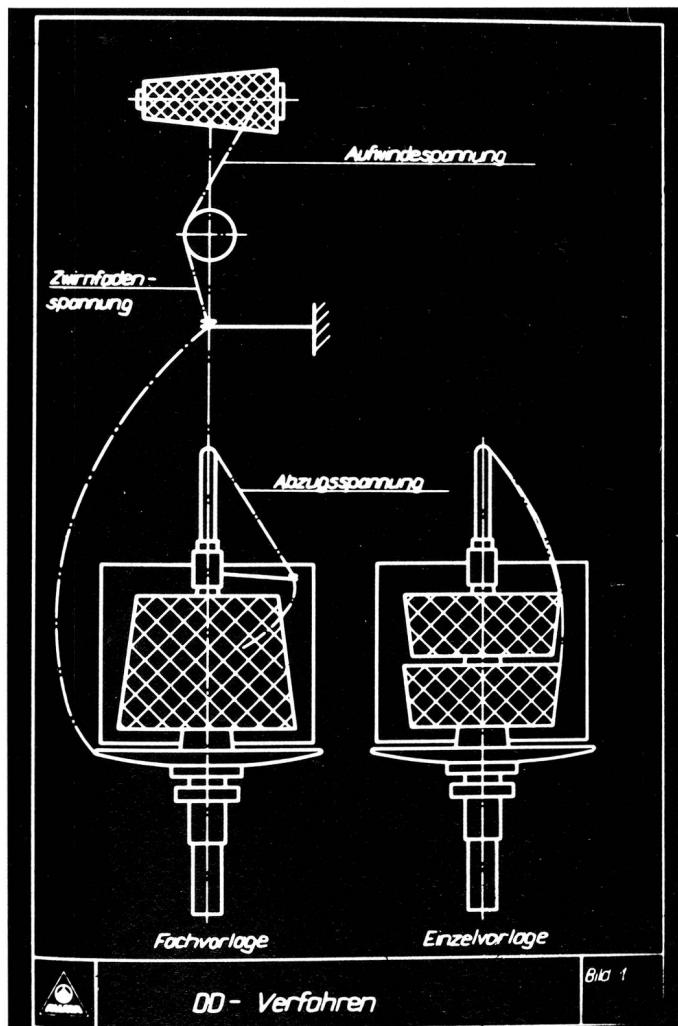

Bild 3
2.2. Verzwirnen von PP auf Doppeldrahtspindel (Bild 3)